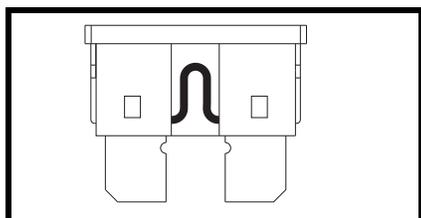

Figure 18. Fusible en bon état
2. Examinez-le pour vérifier s'il est brûlé. **Voir les figures 18 et 18A.**